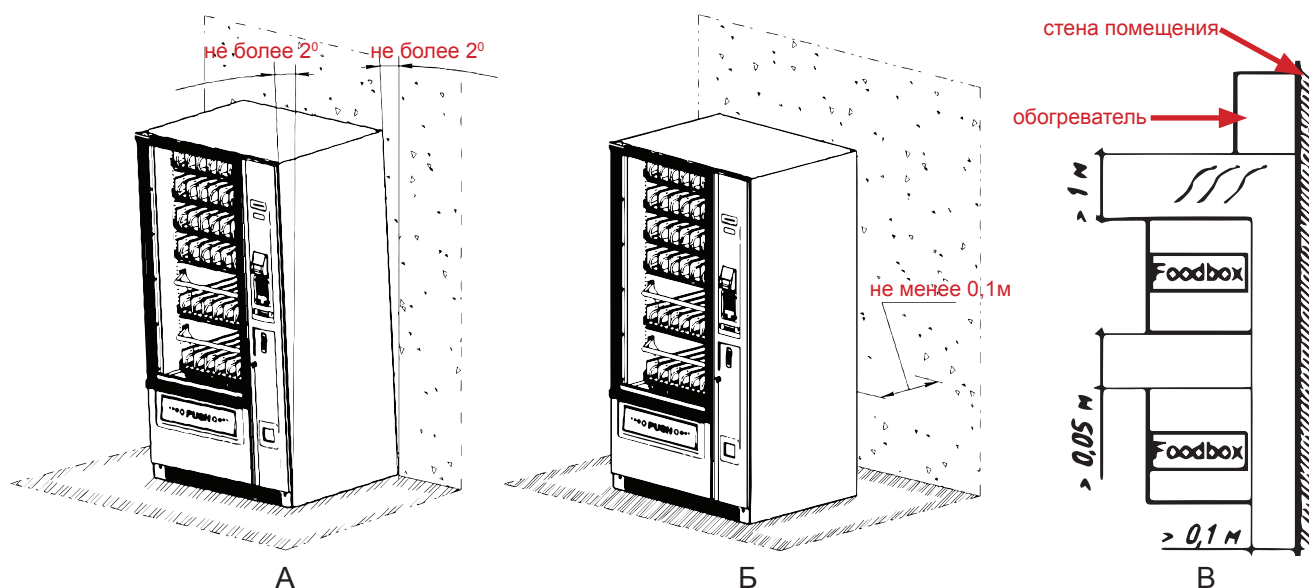

Рисунок 16 - Установка автомата
- запрещается устанавливать автомат под наклоном более 2° (см.рис.16а);
- расстояние от задней стенки автомата до предметов должно быть не менее 0,1 м (см.рис.16б,в);
Примечание: Допускается наклон автомата не более 2° (см.рис.16а). Наклон более 2° может привести к некорректной работе автомата!